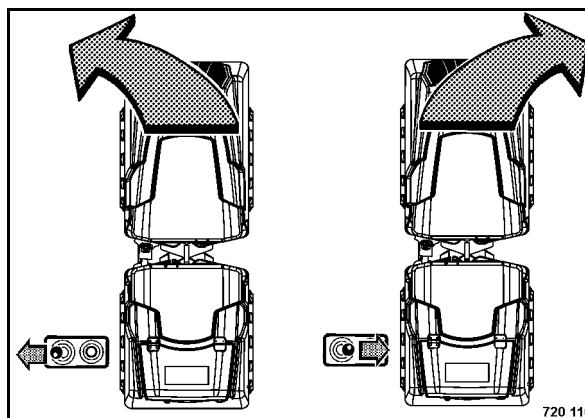

Рис. 40
- Задействовать соответствующим образом рычаг управления (Рис. 40).